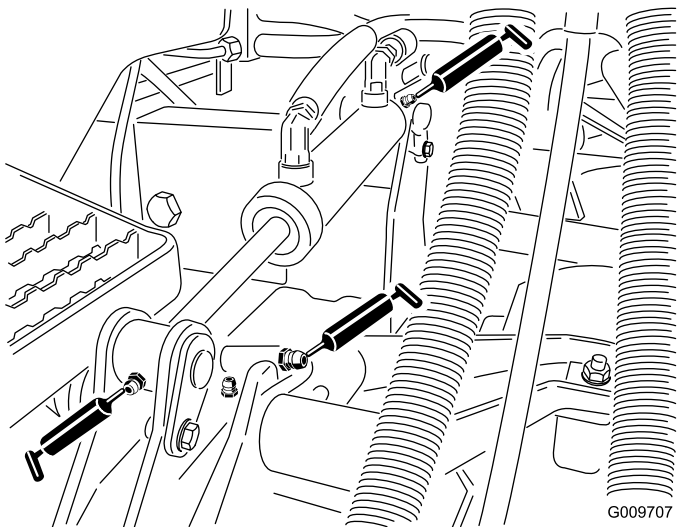

図 46
- 図 46に示す、昇降アームのブッシュカッティングユニット 1 台に 1 ヶ所
- 図 46に示す、昇降シリンダのブッシュカッティングユニット 1 台に 2 ヶ所